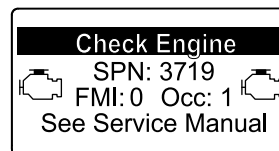

Figure 57
- Si une régénération d'urgence est nécessaire, l'InfoCenter affiche l'avertissement moteur SPN 3719, FMI 16 (Figure 57) et le calculateur moteur réduit la puissance du moteur à 85 %.